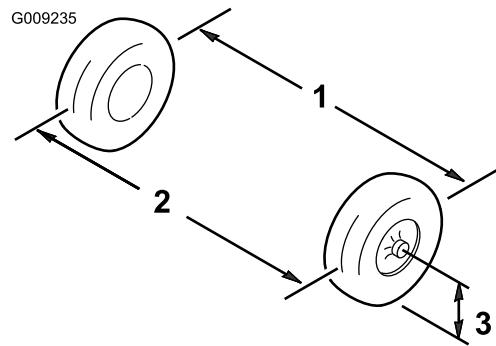

Figura 51
- Misurate la distanza tra i pneumatici anteriori all'altezza dell'assale, davanti e dietro le ruote (Figura 51).